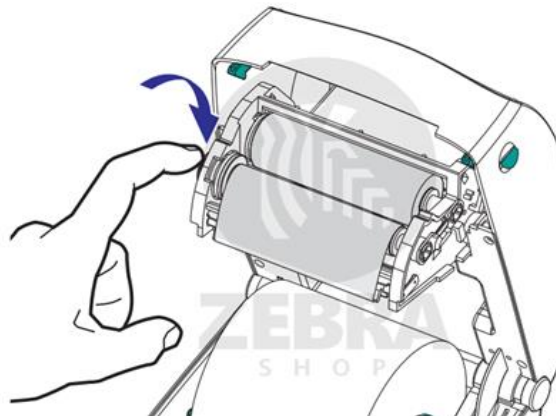

Figura 4 – girando a engrenagem de recolhimento de ribbon
4. Girar a engrenagem de recolhimento de ribbon em sentido anti-horário (a parte superior se move na direção traseira) para remover a folga do ribbon (figura 4);